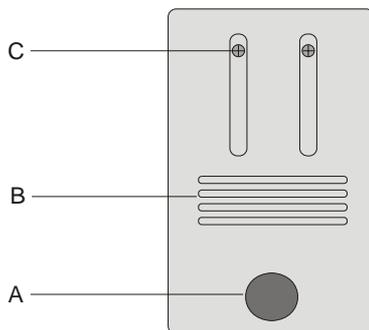

Fig. 1 Coperchio del vano lampadina: A vite a testa zigrinata, B fessure di ventilazione, C viti di fissaggio del portalampana
- Allentare le viti C del vano lampadina e spostarle verso l'esterno in modo che si trovino nella posizione indicata in Fig. 1.